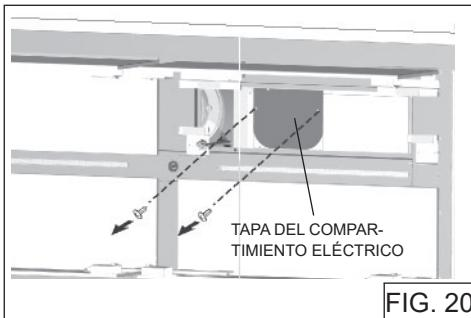

FIG. 20
1. Retire la tapa del compartimiento eléctrico y los (2) tornillos Fig.20.